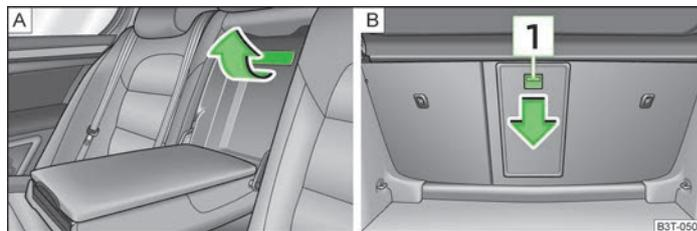

Abb. 100 Rücksitze: Deckelgriff / Gepäckraum: Entriegelungstaste
- Den Griff bis zum Anschlag nach oben ziehen und den Deckel nach unten klappen » Abb. 100 - **A**.
- Die Entriegelungstaste **1** » Abb. 100 - **B** nach unten schieben und den Deckel (mit der Armlehne) nach vorn klappen.